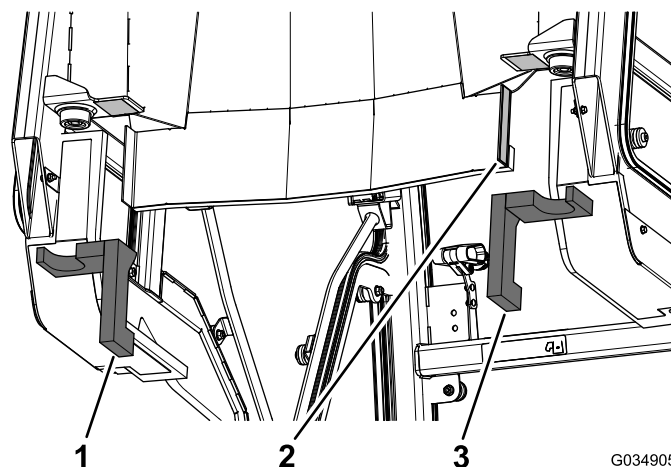

Рисунок 14
- Снимите бумажное покрытие с двусторонней клейкой ленты в задней части кабины в сборе (Рисунок 14).
- Установите левый задний и правый задний уплотнители из пеноматериала на кабину в сборе (Рисунок 14).